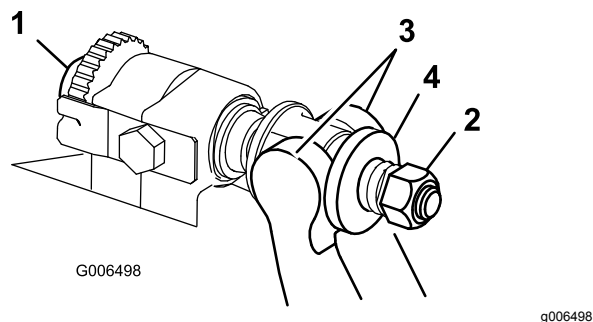

Figure 37
1. Tournez les vis de réglage de la barre d'appui dans le sens antihoraire pour éloigner la contre-lame du cylindre (Figure 37).
2. Faites sortir l'écrou de tension du ressort jusqu'à ce que la rondelle ne soit plus tendue contre la barre d'appui (Figure 37).